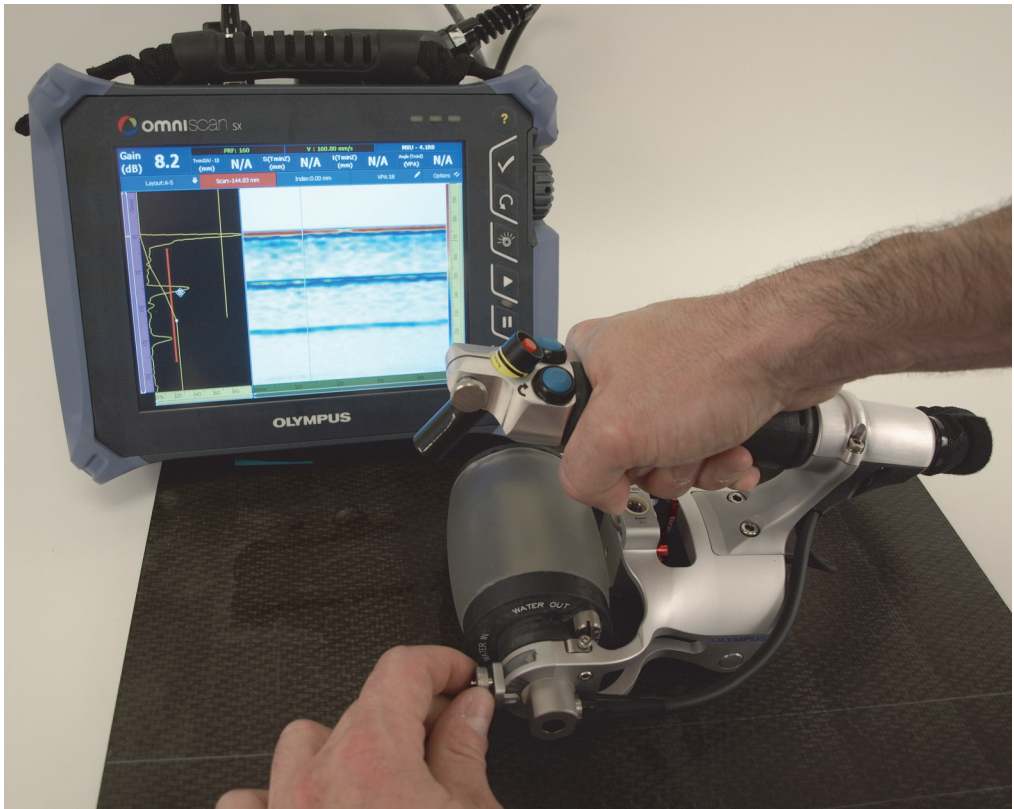

図 4-1 信号最適化のためのプローブ角度調整
3. プローブケーブル側のアコースティックホイールのマウントにある角度調整ノブをゆるめます（57 ページの図 4-1）。